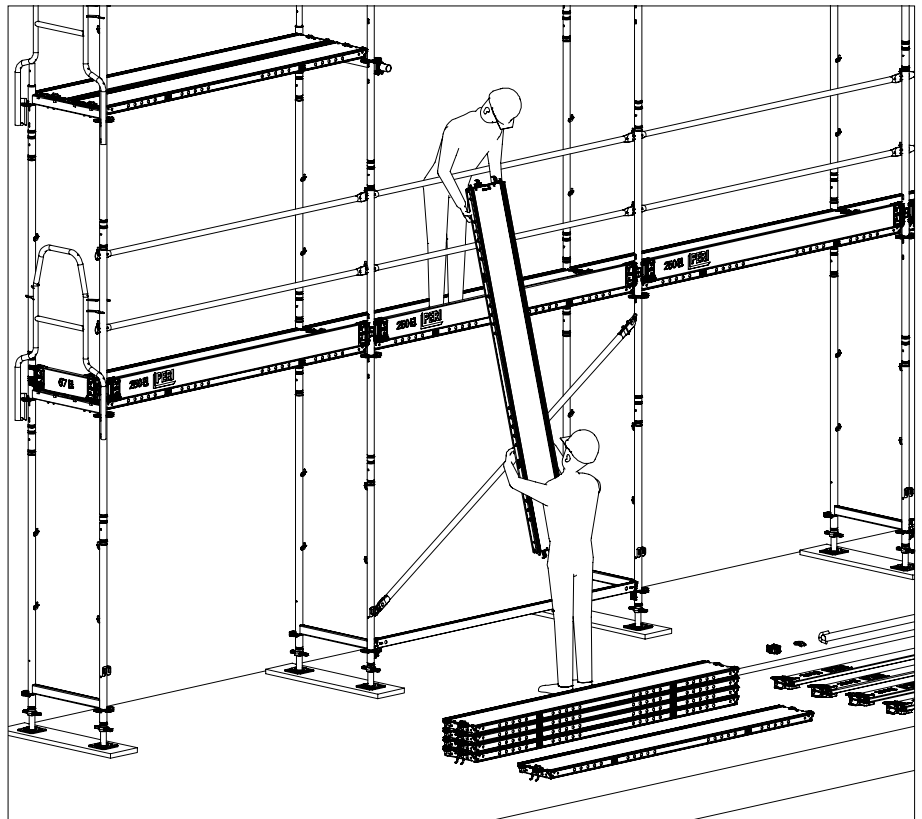

Abb. E.01
- Als Erleichterung dazu Geländerholme in der Basislage einbauen. Geländerholme können später wieder abgebaut werden. (Abb. E.01)